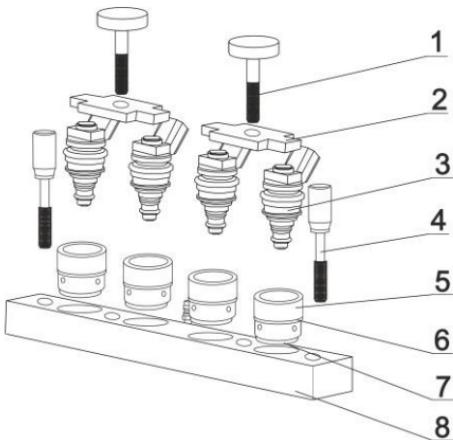

Рис. 5.5
- Выберите адаптер для форсунок с боковой подачей топлива (5) и установите соответствующие уплотнительные кольца (6,7). (Рекомендуется смазать небольшим количеством масла).
- Вставьте форсунки в адаптеры и установить их в топливный распределитель для форсунок с боковой подачей (8).
- Установить крестообразную планку (2) и зафиксируйте ее с помощью крепежных винтов (1).
- Отрегулируйте прижим с помощью винтов (1) для крепления топливного распределителя и форсунок к мерным колбам, затяните прижимные винты (4) равномерно с обеих сторон, рис. 5.5.